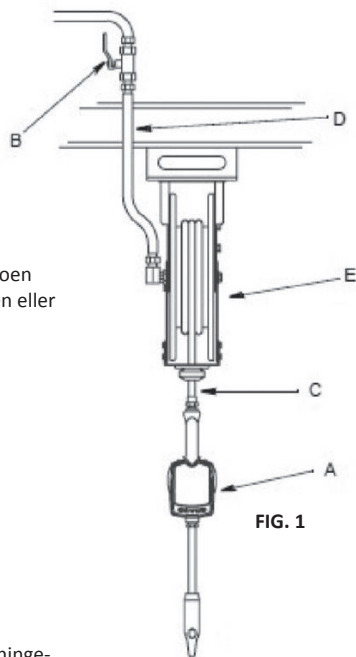

FIG. 1
FIG. 1 viser en typisk slangetrommelinstallasjon.
1. Lukk væskeavstengingsventilen (B, FIG. 1) ved hver påfyllingsposisjon.
5. Åpne avstengingsventilen (B, FIG. 1) ved påfyllingsposisjonen. Skyll ut en tilstrekkelig mengde olje for å sikre at hele systemet er rent. Lukk ventilen.
2. Åpne alle avstengingsventilene i påfyllingsposisjonene (B, FIG. 1) og start pumpen for å trykksette systemet. Se Drift for korrekt drift av måler. For å sikre påfyllingsnøyaktighet må du spyle all luft fra væskeledningene og påfyllingsventilen før du bruker den.